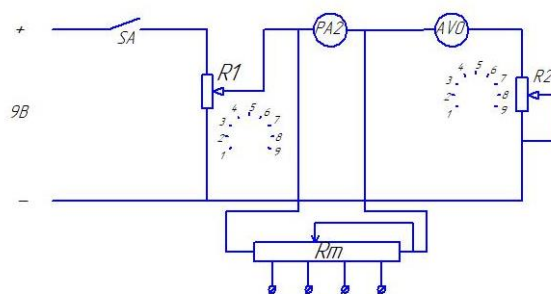

Рисунок 3. Электрическая схема опыта
3. Согласно схеме (рисунок 3) выполнить электрические соединения приборов и элементов. Монтаж схемы производить при отключенном питании.